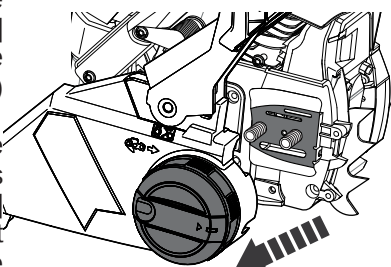

Fig. 3
- > Ôtez le couvercle et l'entretoise recouvrant les boulons [19] (l'entretoise ne doit pas être remise en place par la suite) (Fig. 3).